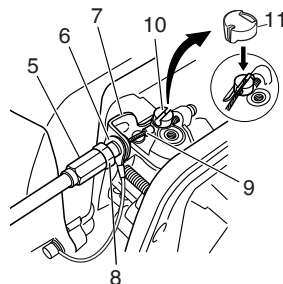

Fig. 5
Conecte el extremo del cable del acelerador (9) al carburador (10) e instale la tapa del cabezal (11), que encontrará en la bolsa de herramientas (si el aparato la incorpora), en el cabezal (10) (Fig. 5).